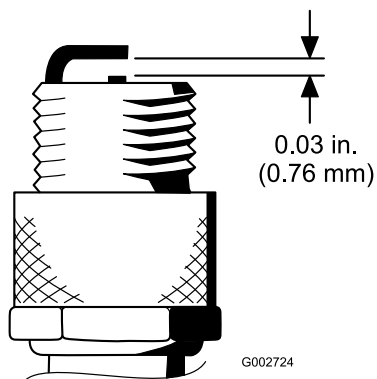

Figura 43
- Impostate la distanza tra il centro e il lato degli elettrodi a 0,76 mm (Figura 43).